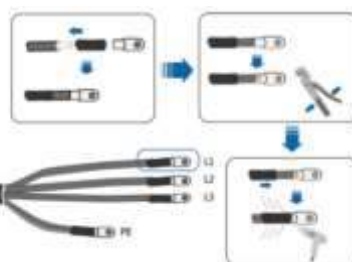

Fig. 4-32 Cable y terminal
- 5) Haga el cable y el terminal (Fig. 4-32).